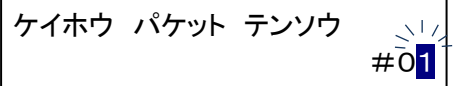

図 9-39 警報パケット転送設定画面
- ・ここでメニュースイッチを押すと、図 9-39 に示すように、転送先ネットワークアドレスを選択する表示になります。選択範囲は、#00～#63です。OSNET 無線機 NetMI シリーズに転送する際は「#63」、パケット通信機 NetMAIL シリーズに転送する際は「#62」に設定してください。また、NetAL-1 に転送する場合、警報パケットをさらに転送することも可能なので、複数の NetAL-1 にバケツリレー式に転送していくことができます。